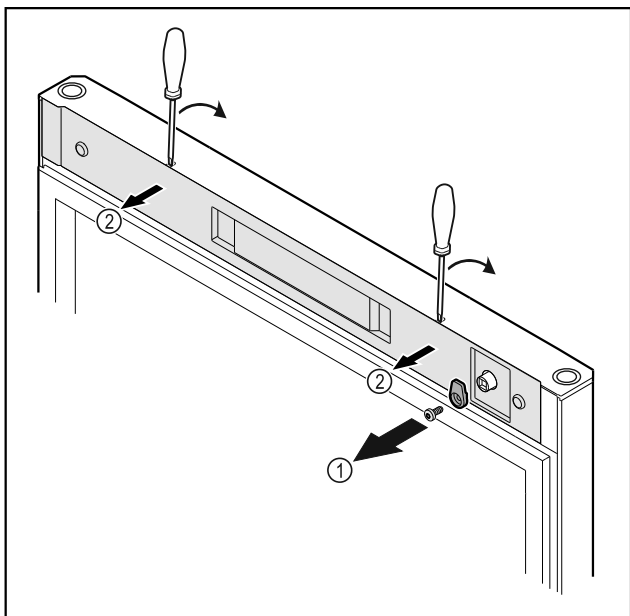

Fig. 12 *
- ▶ Odkręcić haczyk zamykający Fig. 12 (1)*
- ▶ Osłonkę Fig. 12 (2) podważyć małym śrubokrętem i zdjąć.*